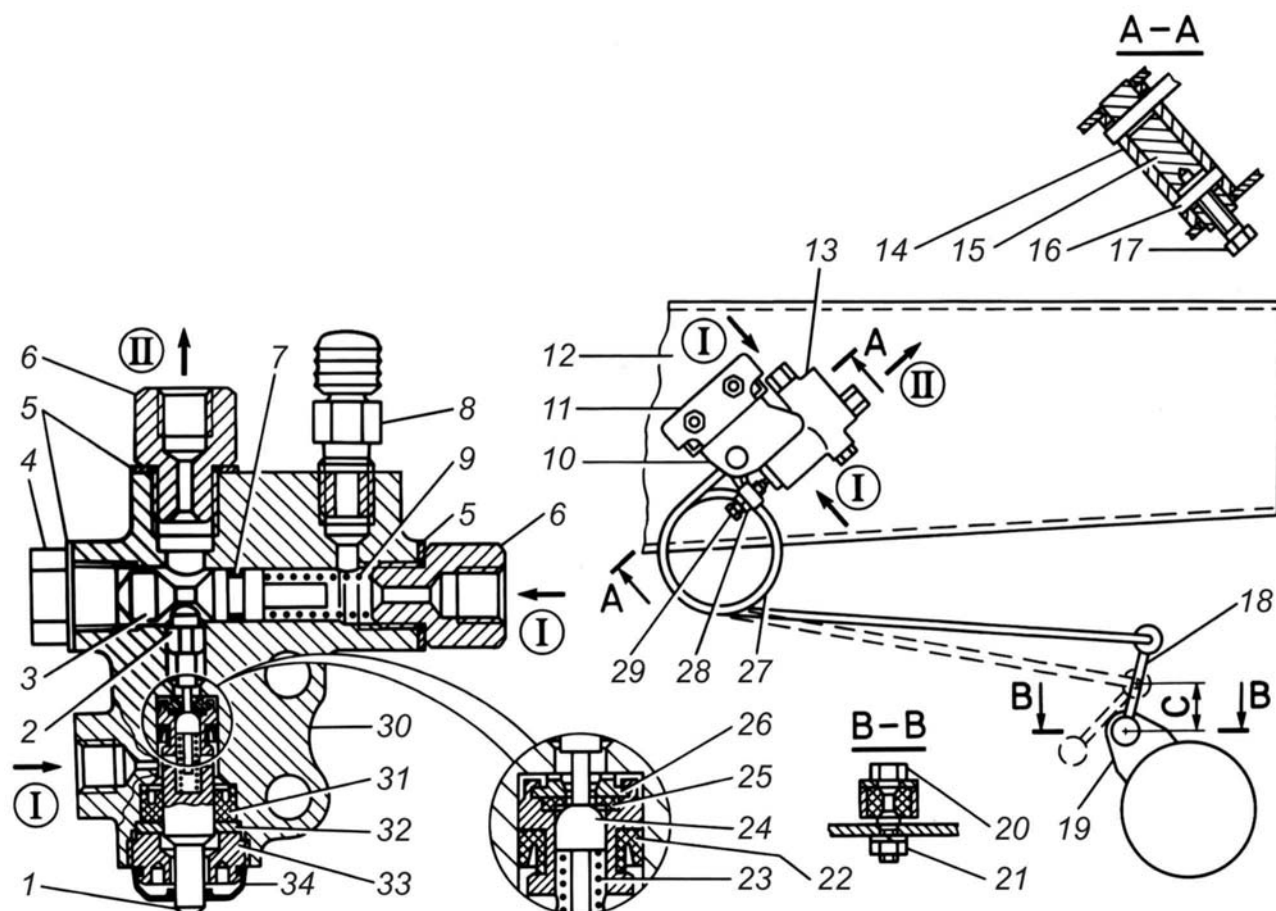

Рис. 9.8. Регулятор давления:
Регулятор давления (рис. 9.8) корректирует давление тормозной жидкости в приводе задних тормозных механизмов в зависимости от загрузки автомобиля, что предотвращает занос автомобиля при интенсивном торможении.
2. Отвернуть гайку 21 (рис. 9.8) оси 20 стойки регулятора и отсоединить нижний конец стойки 18 от кронштейна 19 моста.